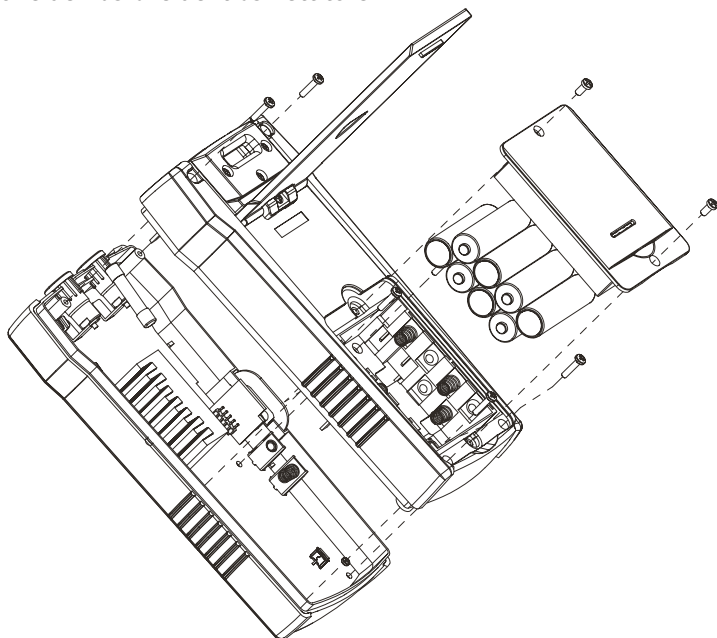

Figura 5.0c: Sostituzione del fusibile del trasmettitore
6. Rimuovere il coperchio posteriore tirandolo verso l'alto come mostrato nella figura 5.0c.